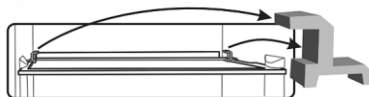

Рис. 5
9. Удалить все красные элементы с полок (рис. 5), они нужны только для транспортировки.